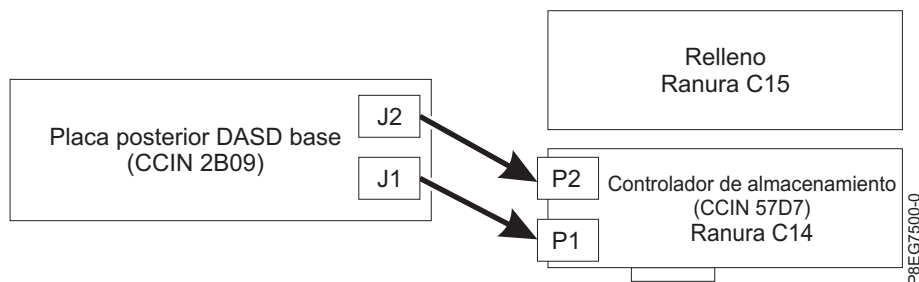

Figura 9. Reconexión del cable SAS en la configuración de almacenamiento base
- Si tiene un adaptador interno PCIe3 x8 SAS RAID (CCIN 57D7) en la ranura P1-C14 (característica de almacenamiento base), un cable SAS conecta el conector de la placa posterior de la unidad de disco inferior (J1) con el conector P1 del adaptador y otro cable SAS conecta el conector de la placa posterior de la unidad de disco superior (J2) con el conector P2 del mismo adaptador. Consulte Figura 9.